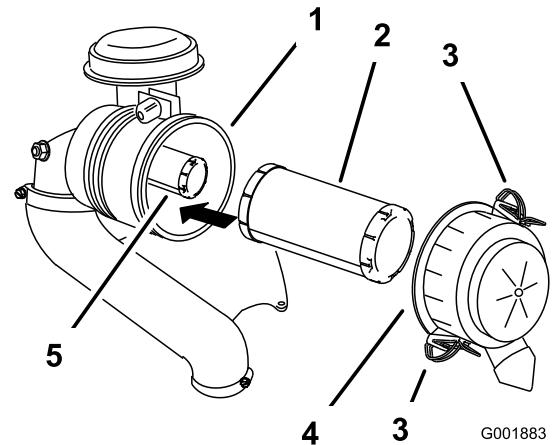

Figura 48
3. Abra los cierres del limpiador de aire y tire de la tapa de la entrada de aire para separarla del cuerpo del limpiador de aire (Figura 48).
5. Extraiga con cuidado el filtro primario de la carcasa del limpiador de aire (Figura 48).
2. Si va a cambiar el filtro interno, deslícelo cuidadosamente en el cuerpo del filtro (Figura 48).
3. Deslice cuidadosamente el filtro primario por encima del filtro de seguridad (Figura 48).
4. Instale la tapa del limpiador de aire y fije los cierres (Figura 48).